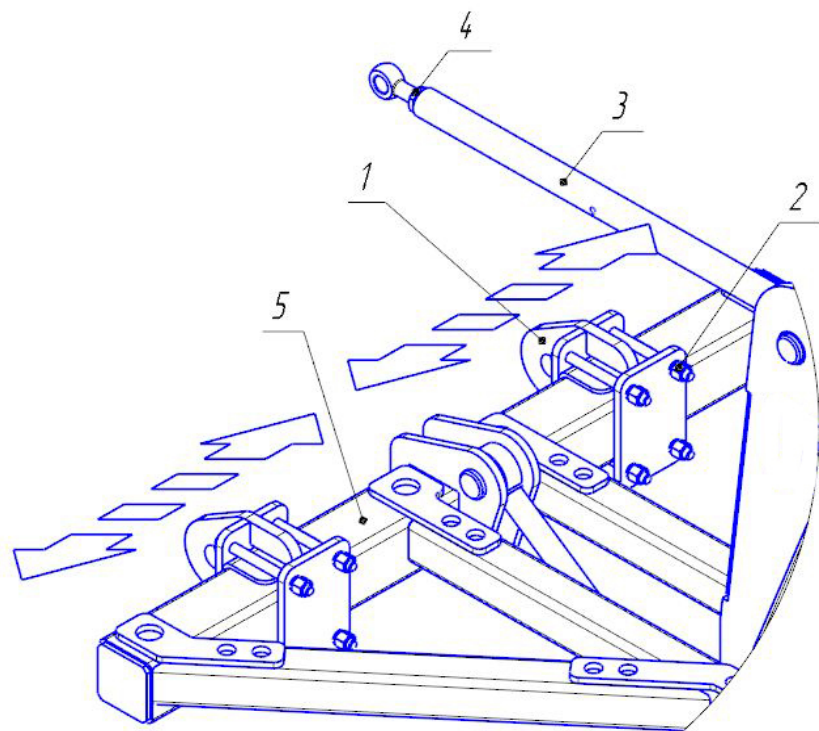

Рисунок 3.1 - Регулировка положения цепных кронштейнов
1. Ослабив гайки М24 поз. 2 (см. рис. 3.1) выставить рабочее положение сцепных кронштейнов поз. 1 на вилке поз. 5 исходя из межосевого расстояния точек крепления навесного оборудования.
2. Зафиксировать положение сцепных кронштейнов затянув гайки поз. 2 (рис. 3.1) моментом затяжки $M=637,43 \text{ Н}\cdot\text{м}$ (65 кгс·м) 5%.
3. Отрегулировать длину талрепа вращением корпуса поз. 3 (рис. 3.1), предварительно ослабив контр-гайку поз. 4. Затянуть контр-гайку поз. 4.
При поднятии/опускании вилки поз. 5 (рис. 3.1) запрещено находиться в зоне действия.